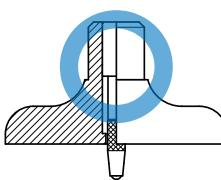

Fig. 2
5. Use un punto de contacto con un diámetro menor que el diámetro del orificio base. (Fig. 2)